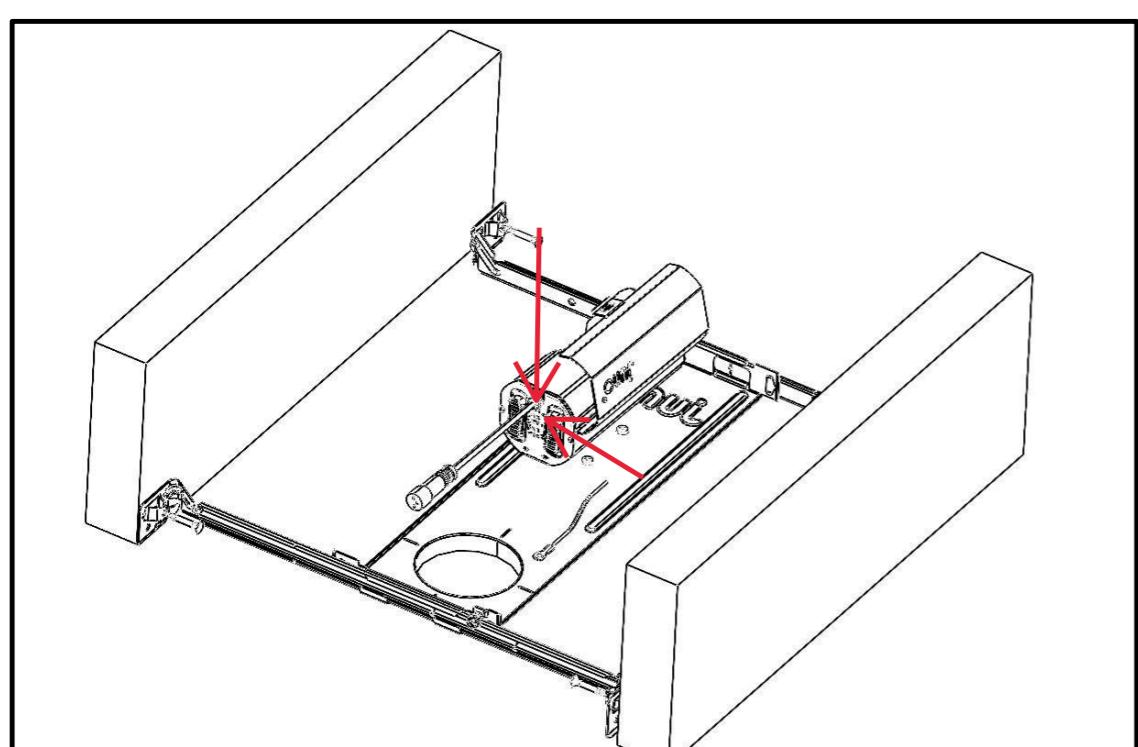

Figure 4
3. Fixez le boîtier de raccordement Wafer au cadre en alignant les fentes piriformes du boîtier du dispositif de commande à distance sur les vis du cadre et en faisant glisser le boîtier vers le bas pour le fixer. Voir la fiche d'instruction d'installation du luminaire pour la méthode de câblage. (Voir figure 4.)